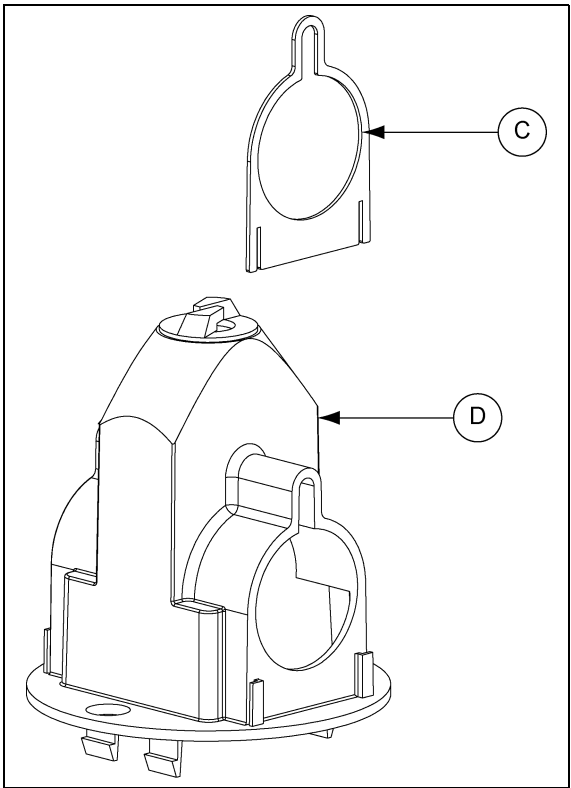

Рисунок 4R
2. Слайдизноспластин (C) на обес тороны падения трубки верхней (D), совместив слотов и направляющие, как показано. (см. рисунок 4R.)